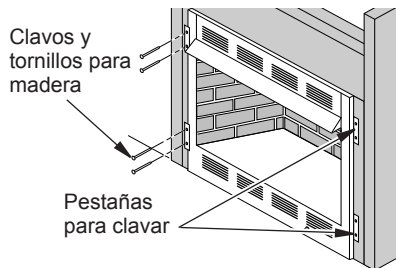

Figura 15 - Fijación del calefactor a las vigas de la pared
- Fije el calefactor a las vigas de la pared utilizando clavos o tornillos para madera a través de los orificios de las pestañas para clavar (consulte la figura 15).